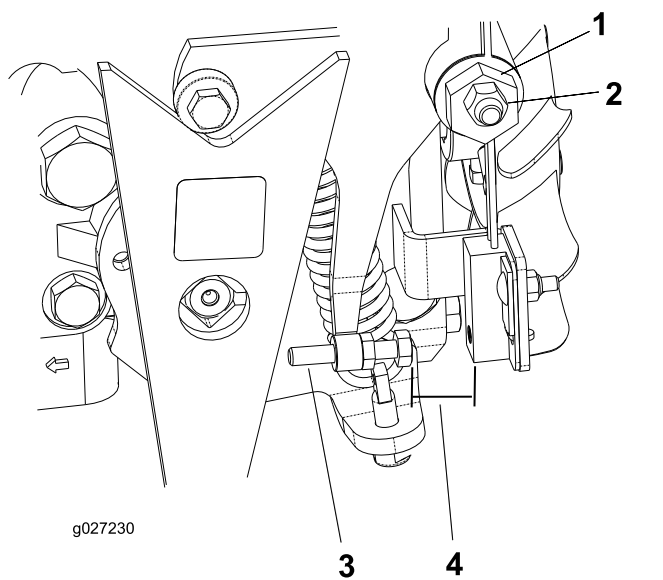

Figura 34
4. Desaperte a porca de bloqueio no excêntrico de tração (**Figura 34**).
- Ligue o motor e rode o excêntrico sextavado (Figura 34) em ambas as direções para determinar a posição intermédia do ponto morto.
- Ajuste o parafuso até a folga de ar ser de 0,8 a 2,3 mm; consulte Figura 34.